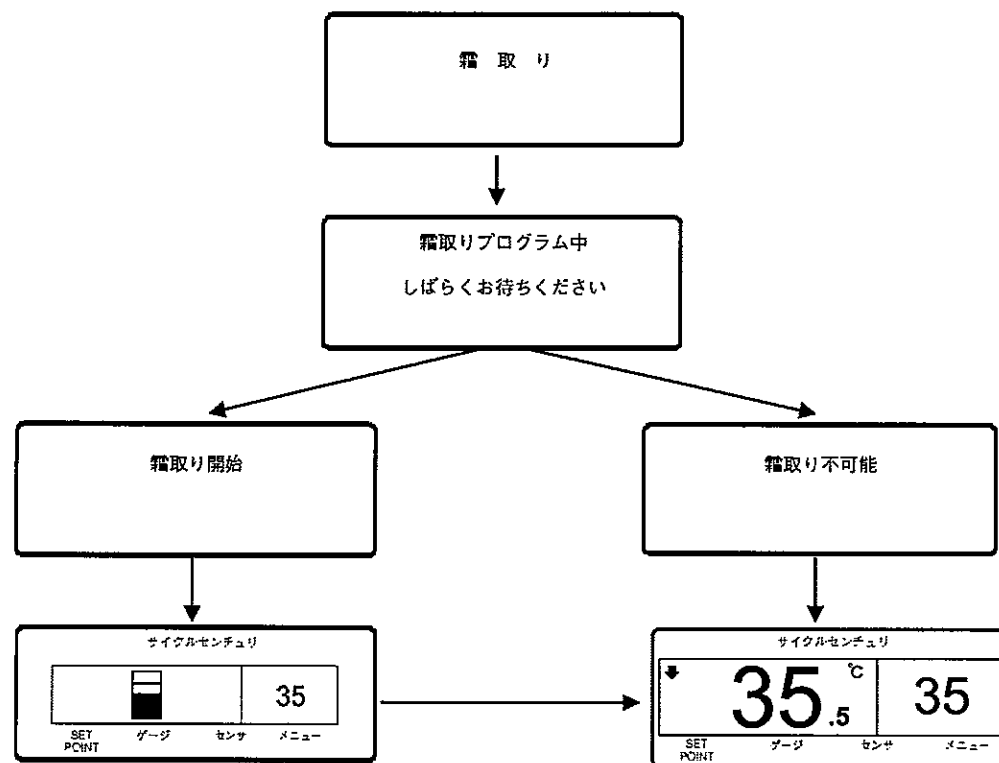

図29：手動霜取り開始のスクリーン・シーケンス
2. 「霜取り」スクリーンが一時的に現われます。図29を参照してください。
3. 「霜取りプログラム中」スクリーンが一時的に現われます。図29を参照してください。
4. 「霜取り開始」のスクリーンが一時的に現われます。図29を参照してください。
霜取りのディスプレイが現われます。バー・インジケーターが一杯になり、霜取り・サイクル完了までの残り時間を示します。図中のバー・インジケーターは、霜取り・サイクルが50%完了したことを示します。霜取り・サイクルが完了した場合、ディスプレイは標準ディスプレイに戻ります。図29を参照してください。
ユニットが、手動・霜取りに入らないようになっている（すなわちコイル温度が7°Cを越えている、あるいはエコノミー・モードなど）場合、「霜取りは使用不可能」のスクリーンが一時的に現われます。ディスプレイは標準ディスプレイに戻ります。図29を参照してください。